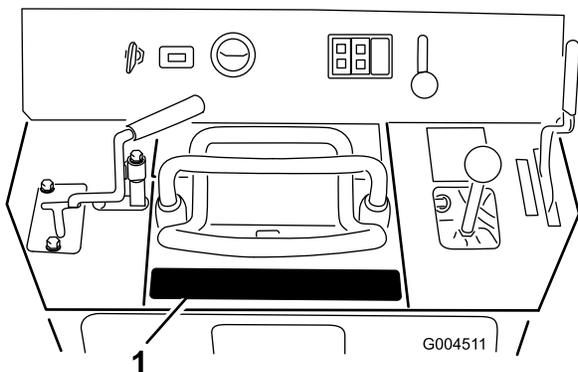

Figura 7
1. Pulite dietro il controllo della trazione (Figura 7) eliminando ogni residuo di sporco o di grasso.
2. Separate l'adesivo dalla parte posteriore e applicatelo nella posizione indicata (Figura 7).